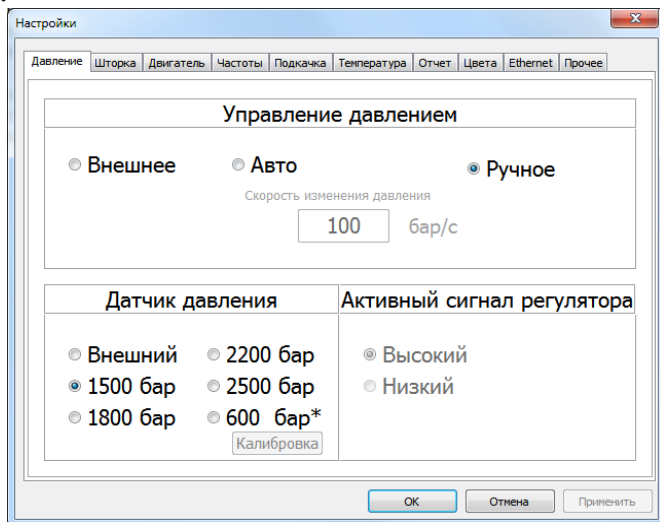
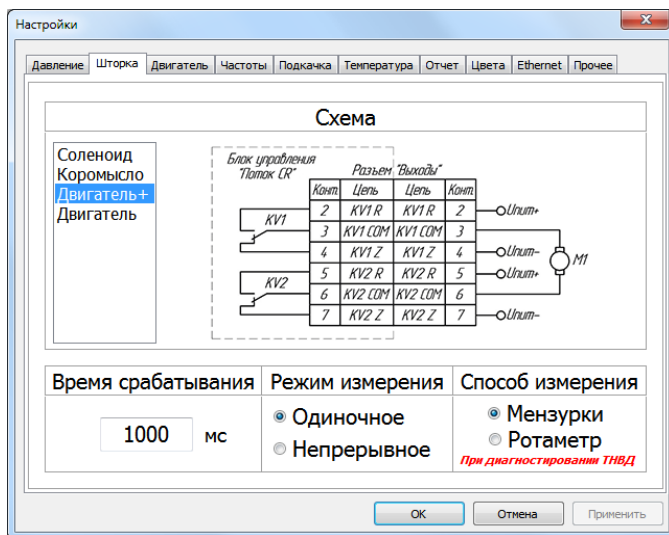
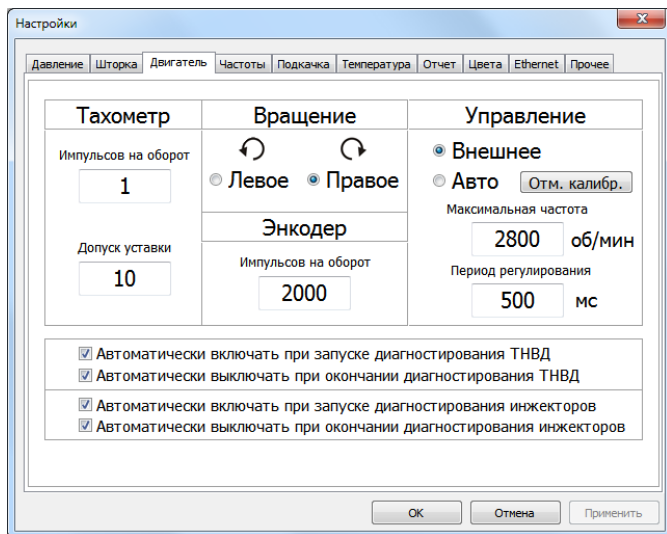
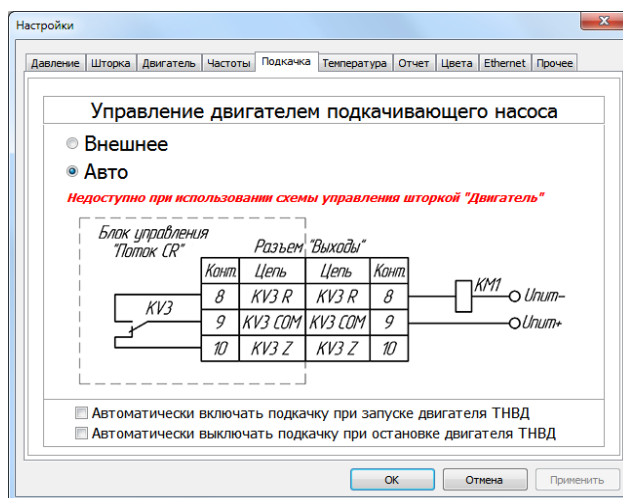

Рисунок 7.29 - Окно настроек
Рисунок 7.33 – Окно настройки шторки-задвижки
Рисунок 7.34 – Окно настройки измерения и регулировки частоты вращения двигателя
Рисунок 7.37 – Окно настройки управления пускателем топливopодкачивающего насоса
Для перехода к настройкам необходимо выбрать в строке меню главного окна программы выбрать пункт "Конфигурация" и в меню выбрать пункт "Настройки". На экране появится окно настроек (см. рис. 7.29).
Для выбора режима управления давлением необходимо в окне настроек (см. рис. 7.29) выбрать закладку "Давление" и на панели "Управление давлением" выбрать необходимый режим управления.
Для выбора режима управления давлением необходимо в окне настроек (см. рис. 7.29) выбрать закладку "Давление" и на панели "Датчик давления" выбрать используемый датчик давления.
1. В окне настроек (см. рис. 7.29) выбрать закладку "Давление".
Для выбора схемы управления шторкой необходимо в окне настроек (см. рис. 7.29) выбрать закладку "Шторка" и на панели "Схема" выбрать используемую схему управления шторкой (см. рис. 7.33).
Для этого необходимо в окне настроек (см. рис. 7.29) выбрать закладку "Шторка" и задать время срабатывания шторки на одноименной панели (см. рис. 7.33).
Для выбора режима измерения необходимо в окне настроек (см. рис. 7.29) выбрать закладку "Шторка" и на панели "Режим измерения" выбрать необходимый режим (см. рис. 7.33).
Для этого необходимо в окне настроек (см. рис. 7.29) выбрать закладку "Двигатель" и на панели "Тахометр" задать количество импульсов на один оборот двигателя (см. рис. 7.34).
Для настройки направления вращения необходимо в окне настроек (см. рис. 7.29) выбрать закладку "Двигатель" и на панели "Вращение" задать направление вращения (см. рис. 7.34).
Для настройки направления режима управления двигателем необходимо в окне настроек (см. рис. 7.29) выбрать закладку "Двигатель" и на панели "Управление" выбрать необходимый режим управления двигателем (см. рис. 7.34).
Для того чтобы выполнить калибровку необходимо в окне настроек (см. рис. 7.29) выбрать закладку "Двигатель" и на панели "Управление" нажать кнопку "Калибровка" и следовать инструкциям на экране.
Соответствие частоты вращения и диапазона давлений задается в окне настроек (см. рис. 7.29), на закладке "Двигатель" (см. рис. 7.34).
Для этого необходимо в окне настроек (см. рис. 7.29) выбрать закладку "Подкачка" и выбрать режим управления "Авто" (управление осуществляется блоком управления "Поток CR-2") либо "Внешнее" (управление осуществляется внешним устройством) (см. рис. 7.37).